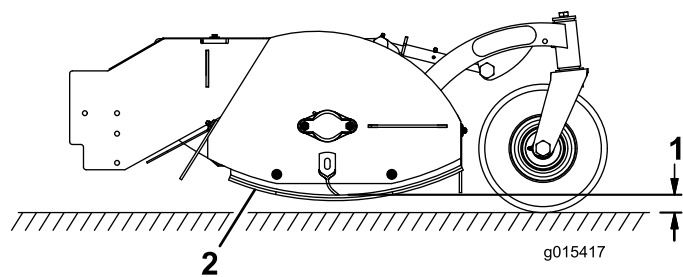

Figure 3
2. Desserrez es deux boulons et écrous qui fixent un patin anti-scalp et montez ou abaissez-le de sorte à qu'il soit plus bas que les lames, sans pour autant toucher le sol (Figure 3).